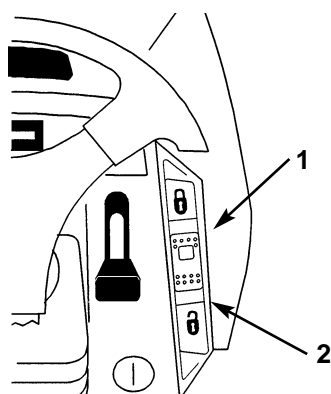

Fig. 13
La regolazione automatica della velocità è optional su alcuni modelli. Sulla plancia (Fig. 13) una leva aziona l'innesto della regolazione automatica, la quale mantiene la posizione del comando di trazione senza alcuna pressione del piede. La regolazione automatica della velocità funziona soltanto in marcia avanti; non utilizzatela con la retromarcia.
1. Mantenete una pressione costante sul pedale di comando della trazione, e tirate indietro la leva di regolazione automatica della velocità (Fig. 13), in posizione "OFF".